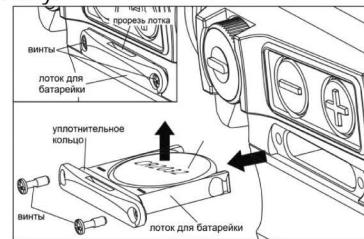

рис. 2-1
- 1] Извлечение батарейки (см. Рис. 2-1):